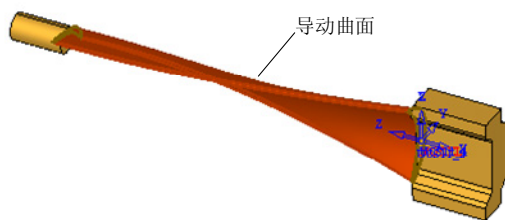

图 4-95 选择导动曲面 (2)
- 单击“导动曲面”按钮，选择如图 4-95 所示的曲面为导动曲面，然后单击鼠标中键确定，返回“5X 航空铣控制面板”对话框。